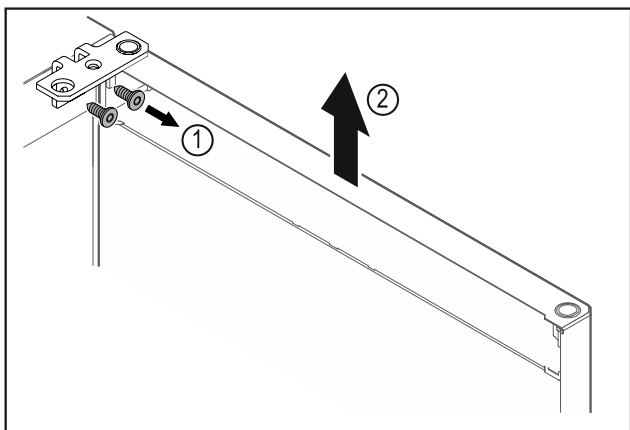

Fig. 13
- Skru av hengselvinkelen Fig. 13 (1).
- Løft døren og hengselvinkelen Fig. 13 (2) ca. 200 mm rett opp, og ta den av.